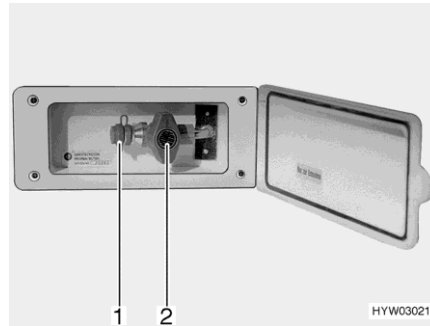

Bild 169 Extern gasanslutning
- Anslut den externa gasapparaten till anslutningar (Bild 169,1).
- Öppna gasavstängningsventilen (Bild 169,2).